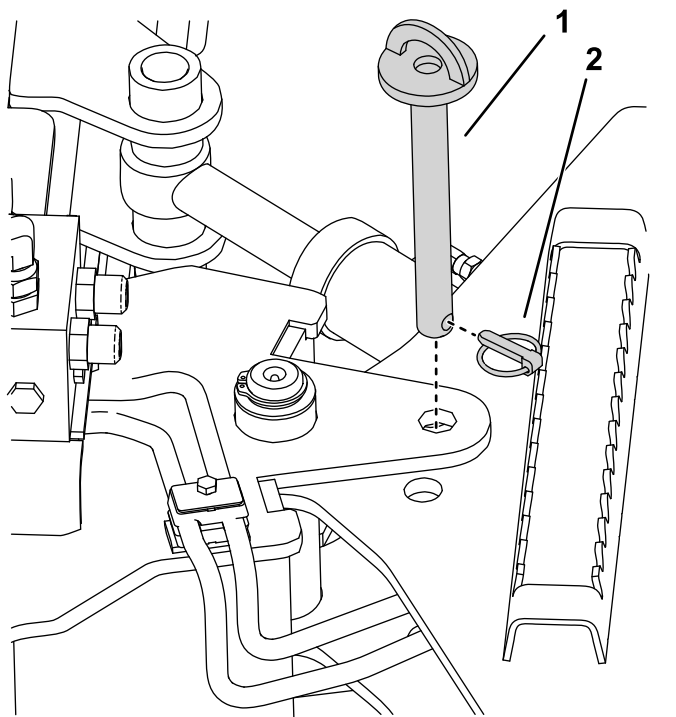

Рисунок 5
9. Извлеките штифт фиксации угла поворота и шплинт с кольцом, которые не позволяют механизированным граблям поворачиваться (Рисунок 5).